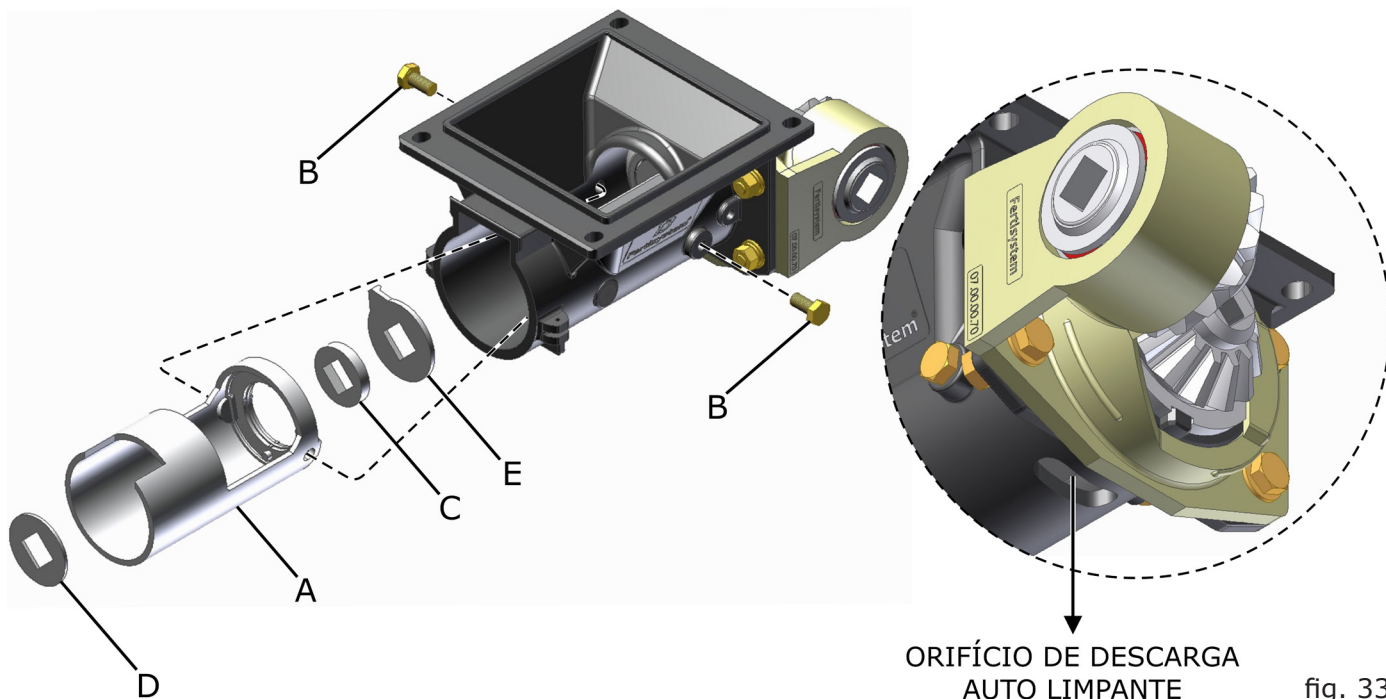

fig. 33
Ao final da safra, verifique o revestimento (A) (fig. 33). Se o mesmo apresentar desgaste excessivo, substitua-o, afrouxando e retirando os parafusos (B). Verifique se há desgaste também no feltro (C), arruela (D) e na arruela de limpeza (E). O desgaste excessivo é verificado quando ocorrer a saída de adubo em grande quantidade pelo orifício de descarga auto limpante, localizado na face inferior do corpo.